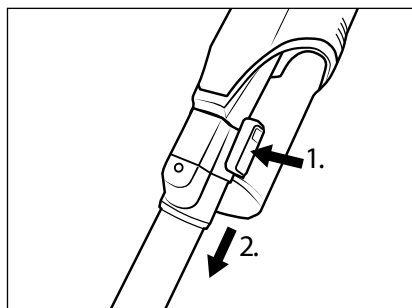

Fig. 11
- ♦ For at fjerne sugerøret **24** fra produktet skal du trykke på oplåsningsknappen til sugerøret **25** og holde den nede og tage sugerøret **24** ud af produktets sugesåbning (se fig. 11).